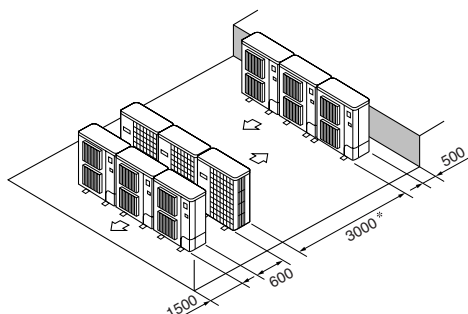

Fig. 2-13
- ⑥ Disposizione di diverse unità parallele (Fig. 2-13)